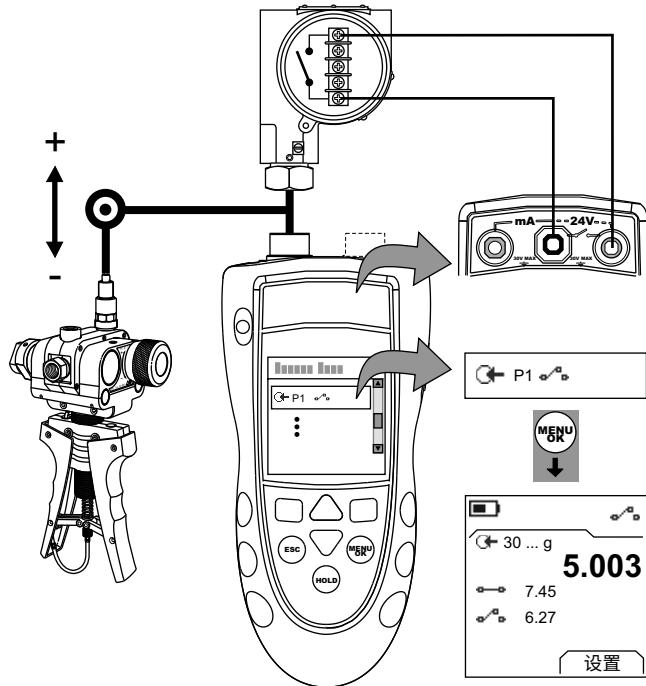

图 4: 示例配置 – 开关测试
1. 连接仪表 (图 4) , 如果有必要, 调整 Set Up (设定) (表 1)。